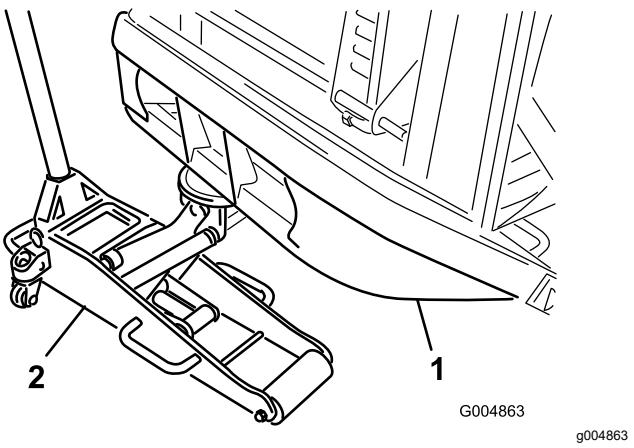

Figure 16
1. Placez un cric d'atelier adapté sous le tube de pare-chocs arrière et soulevez les roues arrière du sol (**Figure 16**).